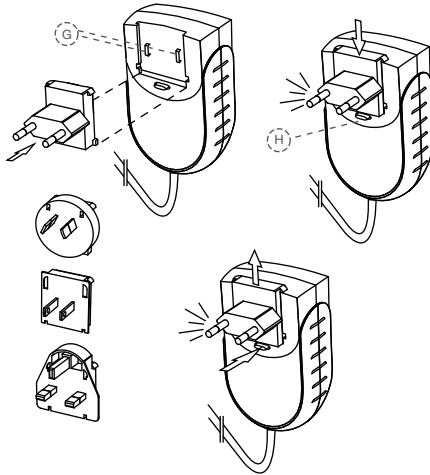

Fig. 4 Nätdel och adapter
1. Välj en kontaktadapter som passar det aktuella eluttaget (se fig. 4).
2. Sätt på kontaktadaptern på de två kontakterna (fig. 4, G) på nätdelen och tryck den mot spärrknappen (fig. 4, H) tills den snäpper fast. Spärrknappen måste vara intryckt för att adaptern ska kunna bytas.